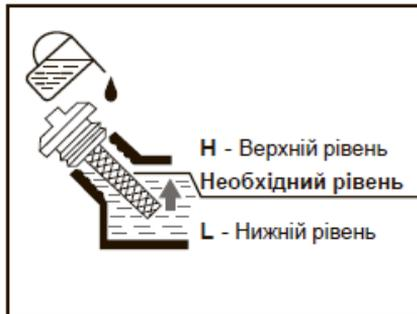

Рис.3
- Вставьте щуп, не вкручивая его. Проверьте уровень масла по метке на щупе. Если уровень масла низкий, долейте масло до верхней метки на щупе (Рис. 3). Уровень масла должен быть не ниже метки «L» и не выше метки «H»;